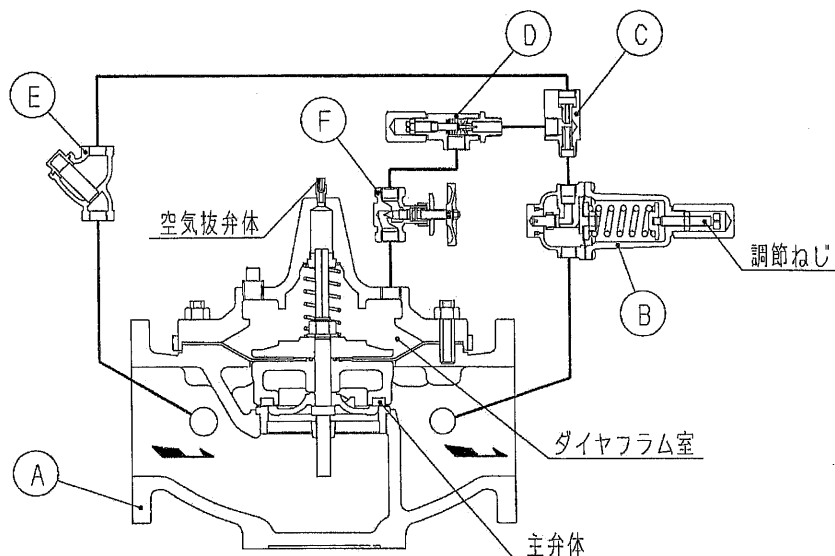
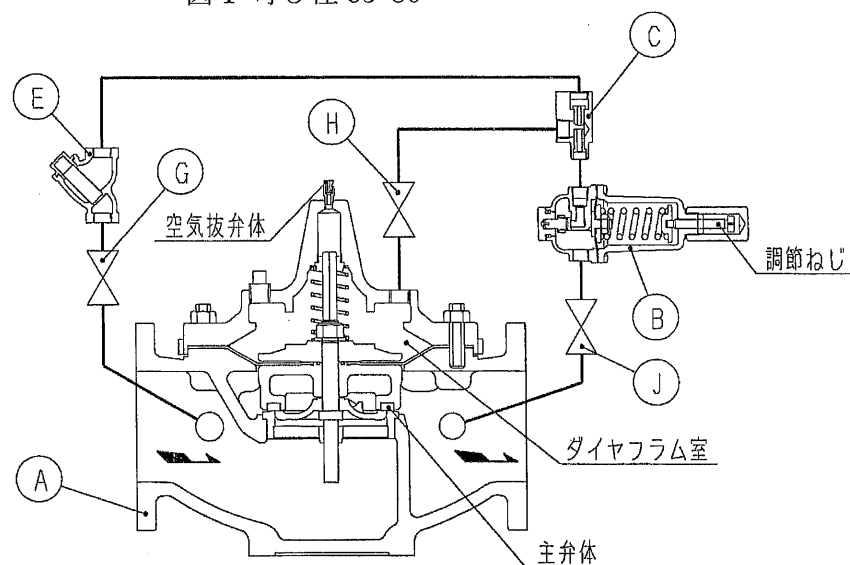

図 1 呼び径 65・80
図 2 呼び径 100
本弁の構成を図 1 及び図 2、構成品目を表 1 に示します。
本弁は、二次側圧力を検出して動作するPPD48型減圧弁⑥をパイロット弁としてOD3型基本弁④のダイヤフラム室の圧力を制御し、負荷変動に応じて自動的に弁開度を調整して、二次側圧力を一定に保持します。本弁は、OD3型基本弁④のダイヤフラム室圧力をPPD48型減圧弁⑥で制御するパイロット式減圧弁です。図1に示す各部品には次の役割があります。
(1) QRH5 型流量調節弁